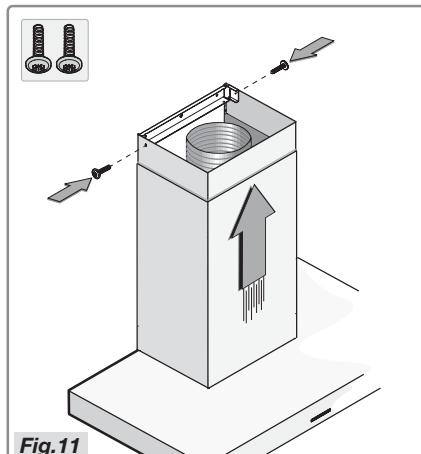

Fig. 11
- Faites glisser la tige supérieure dans la tige inférieure et fixez-les sur la carrosserie de la hotte. Faites glisser la tige supérieure jusqu'à ce qu'elle se trouve contre le collier et fixez-la avec les deux vis (Fig.11).